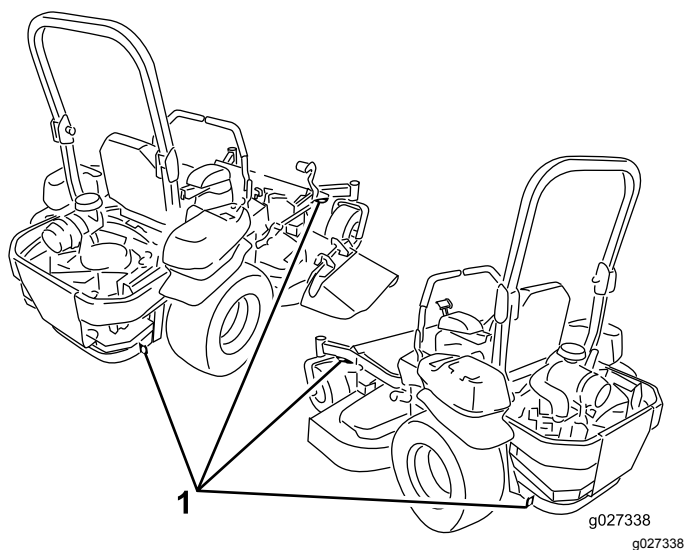

Figure 43
6. Arrimez la machine près des roues pivotantes avant et du pare-chocs arrière à l'aide de sangles, chaînes, câbles ou cordes (Figure 43). Reportez-vous à la réglementation locale concernant les exigences d'arrimage.